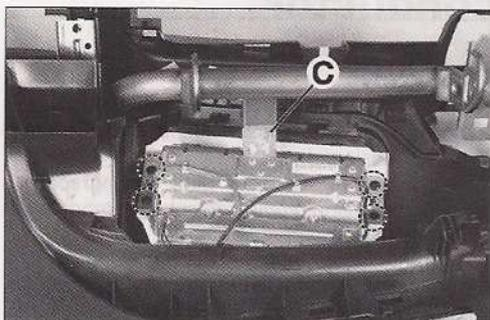

FIG. 9
- Desmontar los cuatro tornillos de fijación del módulo de airbag en el salpicadero (Fig.9).